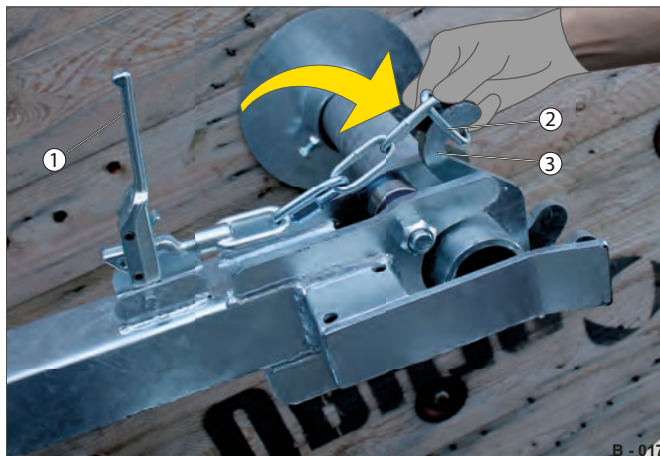

Abb. 14 Kabeltrommel sichern
► Heben Sie den Hebel (Abb. 14/1) hoch und setzen Sie die Öse der Kette (Abb. 14/2) auf den Haken (Abb. 14/3).